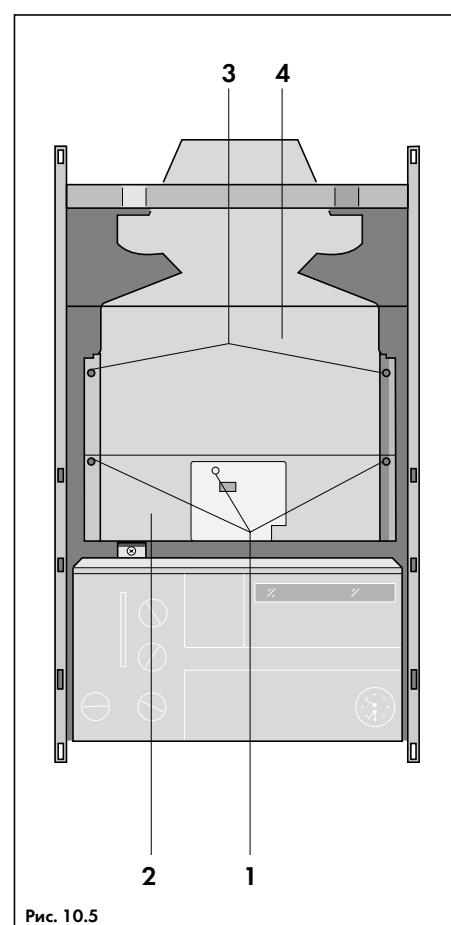

Рис. 10.5
- Удалить винты (1, рис. 10.5), служащие для закрепления теплоотражающего щитка камеры сгорания (2, рис. 10.5);
- Удалить винты (3, рис. 10.5), служащие для закрепления передней стенки камеры сгорания (4, рис. 10.5).
- Установить на место переднюю стенку камеры сгорания (4, рис. 10.5), закрепив ее винтами (3, рис. 10.5). При этом проконтролировать состояние теплоизоляционного матта;
- Установить на место теплоотражающий щиток камеры сгорания (2, рис. 10.5), закрепив его винтами (1, рис. 10.5);